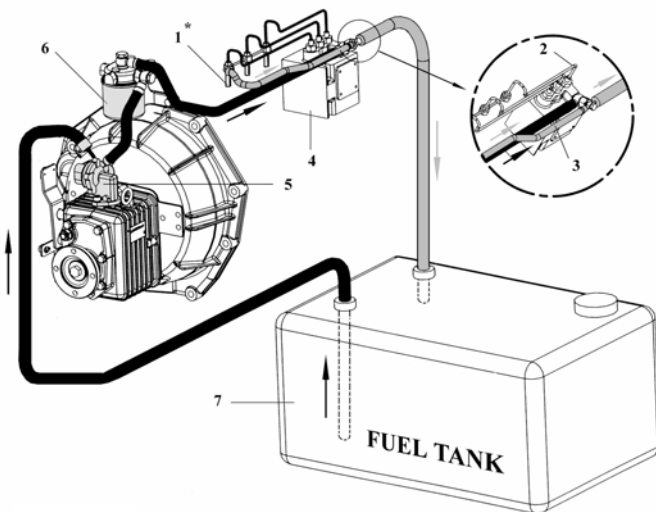

Fig. 2.4
2.4 CIRCUIT D'ALIMENTATION (Fig. 2.4)